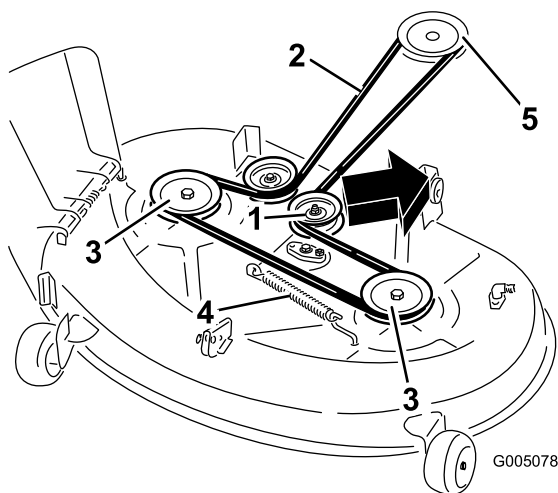

Bild 47
5. Ziehen Sie die Spannscheibe in die in Bild 47 angegebene Richtung und rollen den Riemen von den Scheiben ab.
6. Legen Sie den neuen Riemen um die Motor- und Mähwerkspannscheiben (Bild 47).
7. Ziehen Sie die Spannscheibe in die in Bild 47 angegebene Richtung und verlegen den Riemen um die andere Spannscheibe (Bild 47).